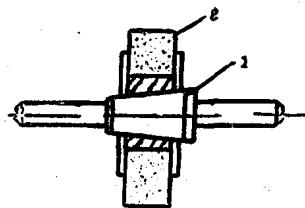

图 2-12 砂轮与平衡心轴装在一起
1. 把安装好的砂轮同平衡心轴装在一起（图2-12）。将法兰盘上的平衡块全部拆下，并清除污垢。